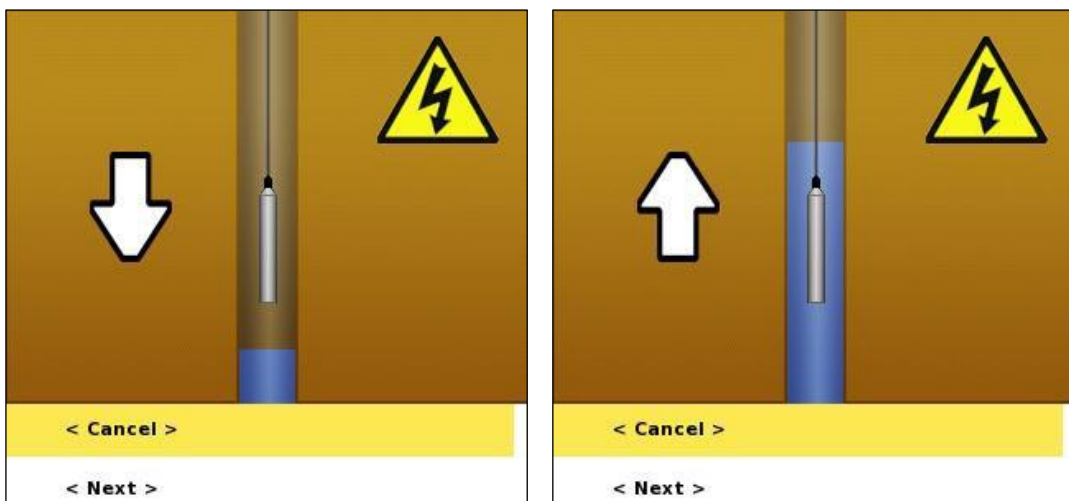

Figura 90 Cuadro de diálogo Indicador de nivel
- Se muestra un cuadro de diálogo de indicador de nivel (Figura 90). La imagen en el cuadro de diálogo cambiará automáticamente dependiendo de si se detecta agua o no, mostrando respectivamente que la sonda debe bajarse o subirse para determinar con mayor precisión el nivel del agua.